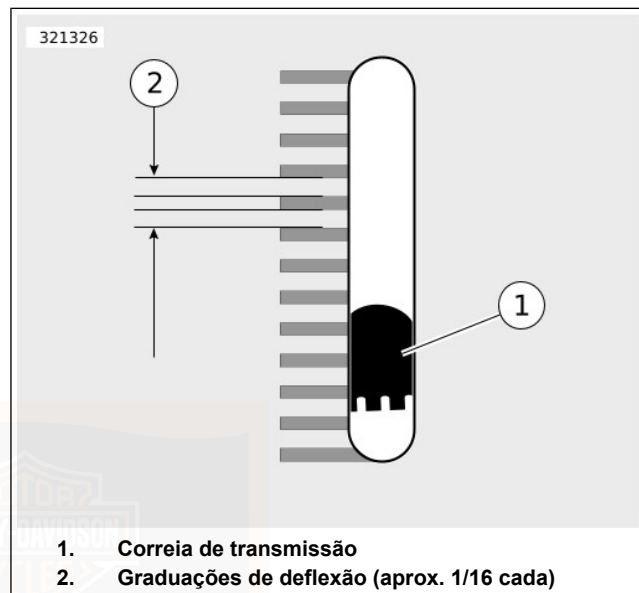

Figura 66. Janela de deflexão da correia
- a. **Modelos equipados com janela de deflexão da correia:** Ver Figura 66. Medir a deflexão da correia vista através da janela de visualização da deflexão da correia enquanto se segura firmemente no calibre. Cada graduação de deflexão é aprox. 1,59 mm (1/16 in).